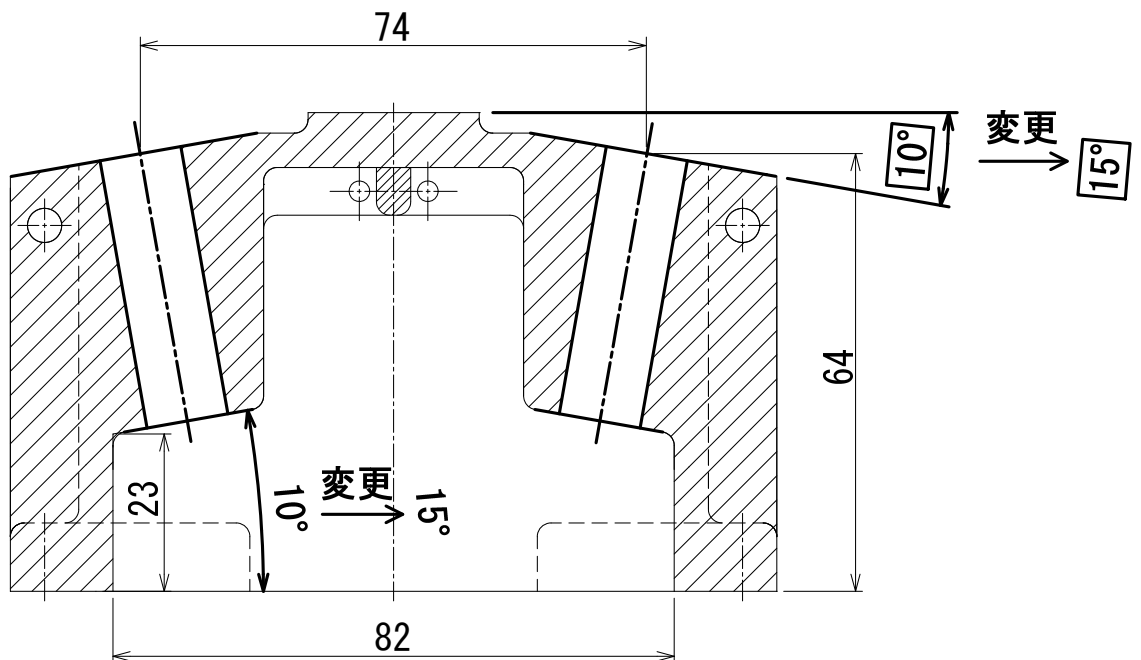

図4
- ・仕様変更の対象については、図4に示す太線の箇所とし、細線の外形、寸法等については変更しないこと。